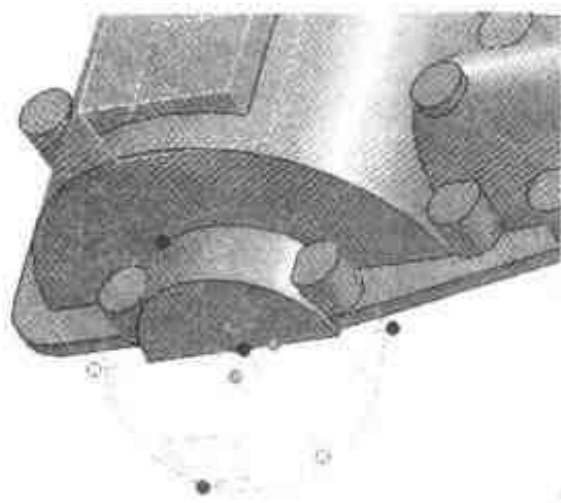

图 2.26 定位三维球
- (4) 打开【三维球】，按空格键单独移动三维球，右击三维球中心手柄，然后选择【到中心点】命令，单击大圆柱体的中心，再按空格键，结果如图 2.26 所示。